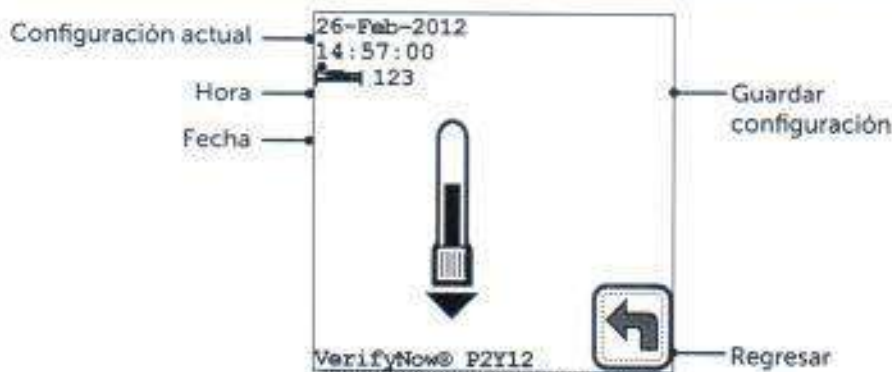

Figura 7-3 Configuración de fecha y hora
- Pulse la tecla Fecha/Hora (Date/Time)  para mostrar la configuración (Figura 7-3).